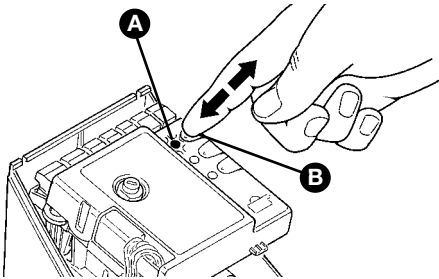

Figura 60
- 1 Presione y mantenga apretado el botón P1 [B] (Figura 60) en la central.